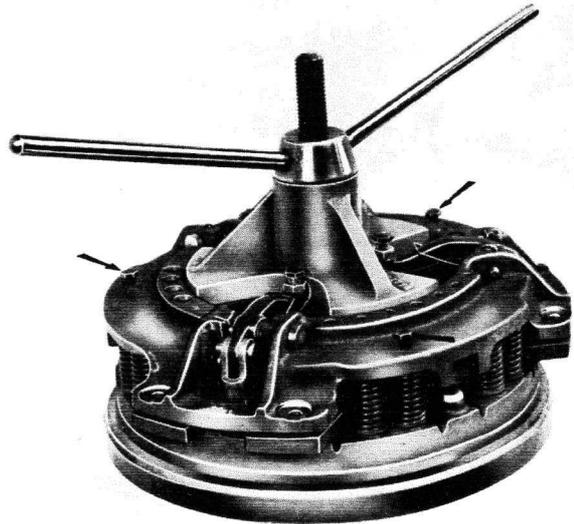

Fig. 7
- 7° Remplacer les trois tiges-guides par les trois vis spéciales (utilisées au démontage) et déposer les trois pinces d'assemblage provisoire des plateaux (fig. 7).
(1) Le réglage de l'embrayage des tracteurs MF 122 et 130, s'effectue : la rondelle entretoise du pont MINA-2 étant placée dessus et non en-dessous (tracteur 825 et MF 30). Voir la figure 7, chapitre U.